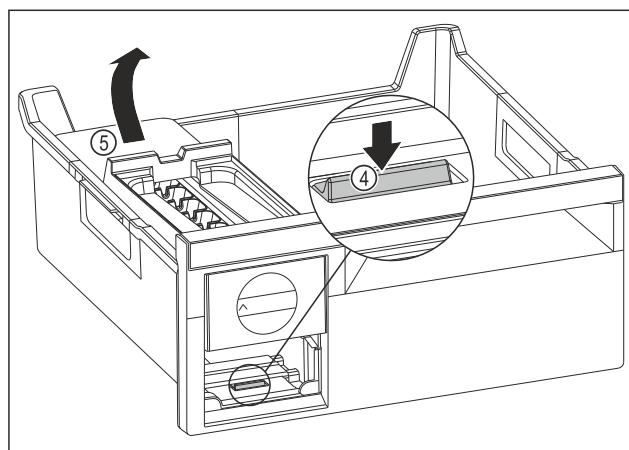

Fig. 111
- ▶ Udtagning af EasyTwist-Ice-legemet: Tryk lasken Fig. 111 (4) ned med fingeren, og løft samtidigt EasyTwist-Ice-legemet Fig. 111 (5) med den anden hånd.